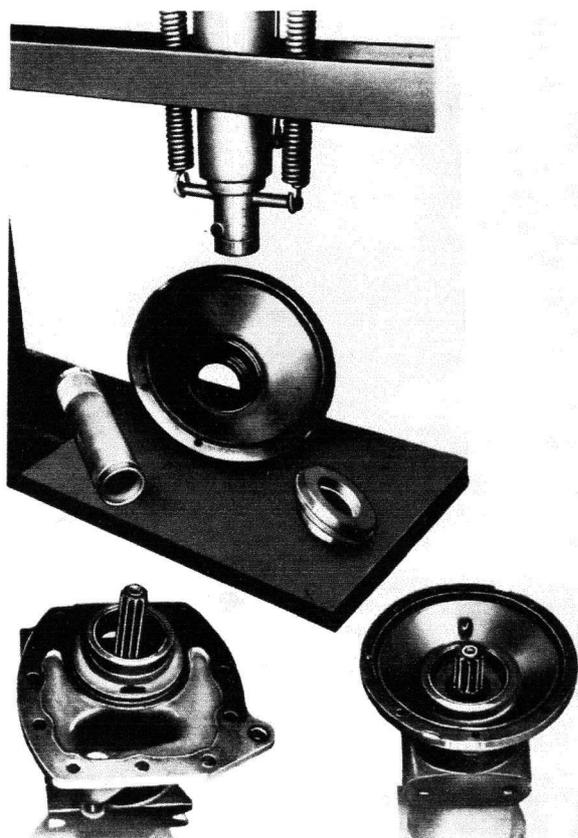
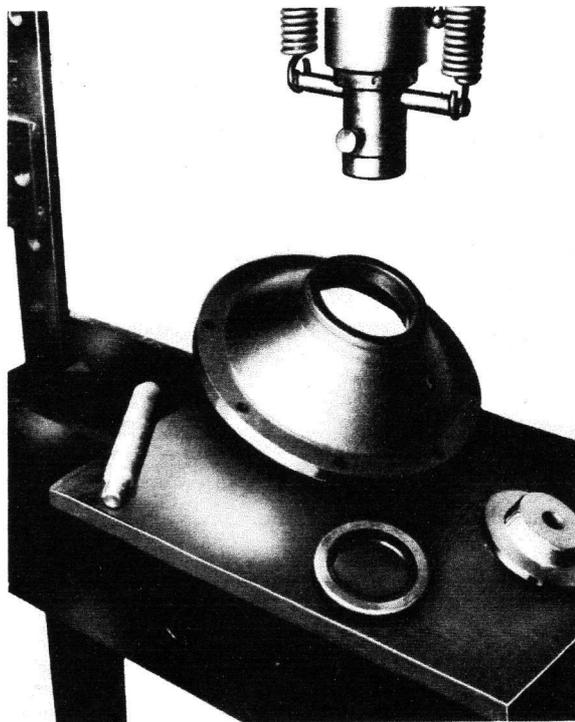

Fig. 4
Fig. 9
1° Monter éventuellement les cuvettes de roulement dans la trompette au moyen du tampon MICO-A et du manche creux MIGA (fig. 4).
- Sur le couvercle de réduction, la cuvette de roulement au moyen du tampon MICO-A et du manche MIGA (fig. 4) et la bague d'étanchéité au moyen du tampon MIBI et du manche RASO (fig. 9).